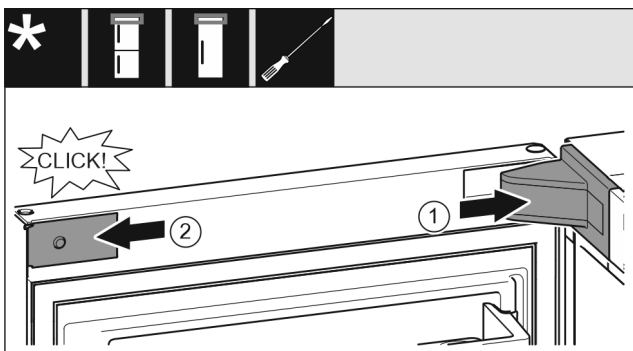

Fig. 20
- ▶ Sätt på lagerbocksskyddet och klicka fast det; skjut ev. försiktigt isär det. Fig. 20 (1)
- ▶ Sätt på panelen på sidan och klicka fast den. Fig. 20 (2)